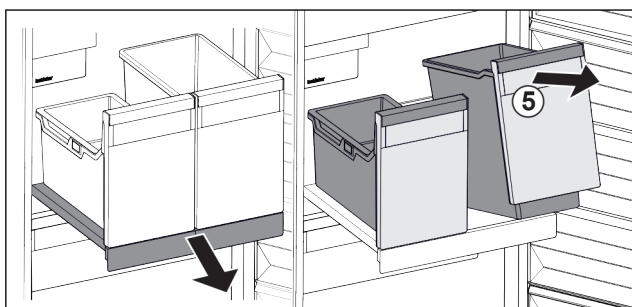

Fig. 80
- Unieść pojemnik Fig. 80 (5) z przodu.